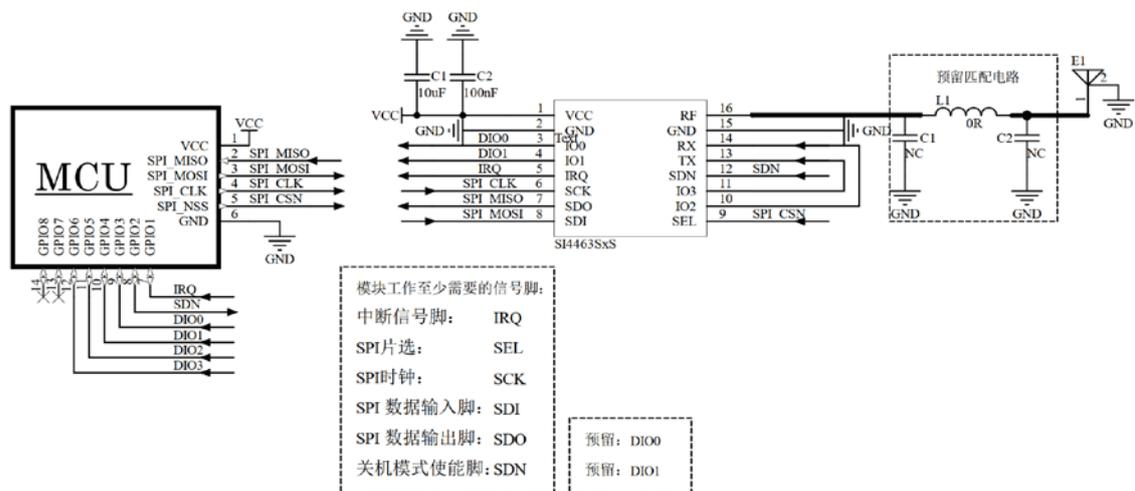

图 5-2 编程开发硬件连接(利用模块 I/O2、I/O3 控制 RX\TX 脚)
2、当为了节省 MCU 可利用 IO 口数量时，也可以利用模块本身的 IO 口控制其 TX、RX，硬件连接方式见图 5-2。这个时候利用芯片的 GPIO2 脚与 GPIO3 脚来控制天线端射频收发通路开关逻辑，模块正常收发数据工作时需要对芯片的 GPIO2 与 GPIO3 进行配置，否则射频通路切换不正确，会导致通讯距离非常近。如下所示，利用 WDS 配置工具，分别把 GPIO2 配置为 RX_STATE，GPIO3 配置为 TX_STATE 即可。